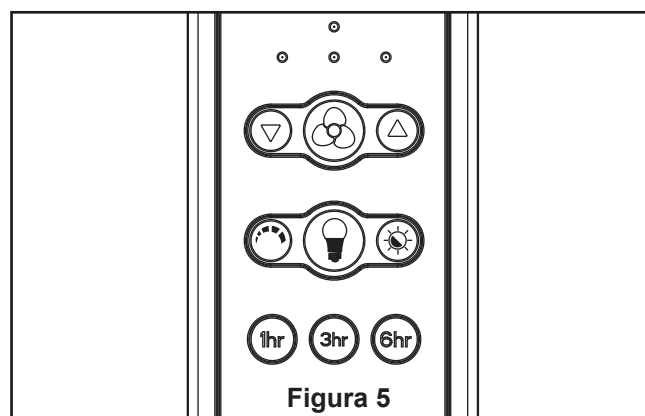

Figura 5
- 5. Extraiga el tres tornillos del ensamble del kit de iluminación y guárdelos para después. (Figura 5)
5. Funciones del control remoto: (Figura 5)